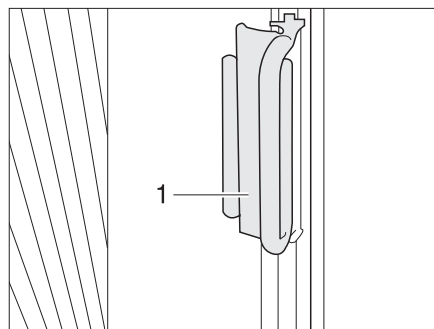

Bild 33 Verriegelung faltverdunklung Fahrer-/Beifahrerfenster
- Die faltverdunklungen für das Fahrerfenster und das Beifahrerfenster mit dem Griff (Bild 33,1) auf den Aufsatz schieben. Die faltverdunklung ist gesichert.